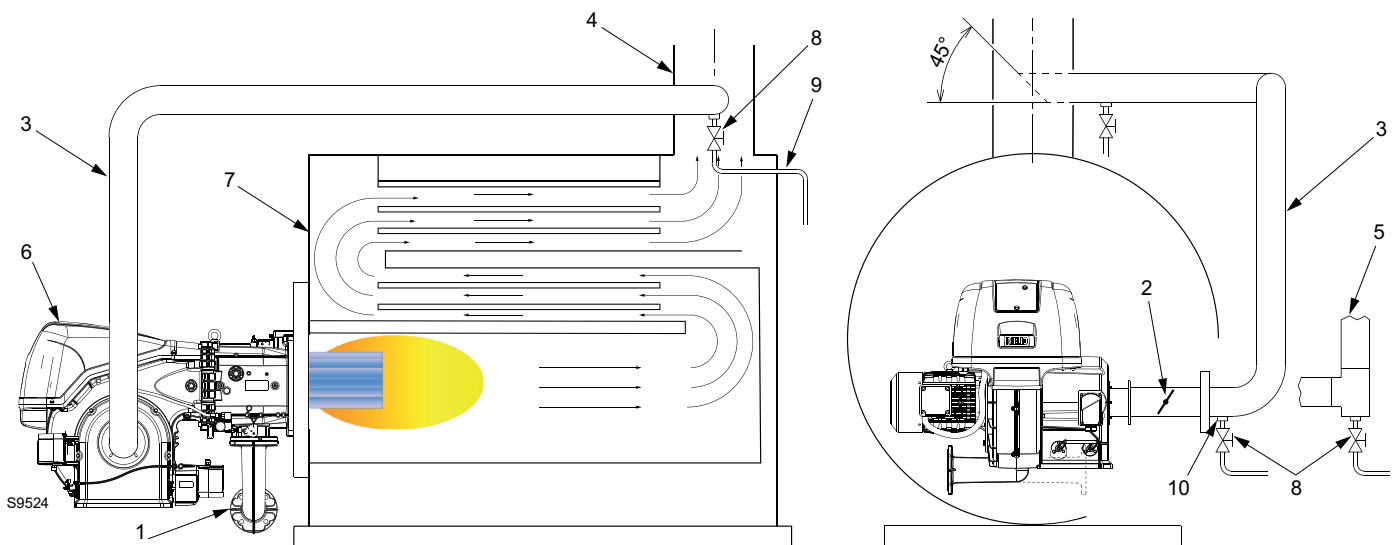

Fig. 18
- Normalmente il condotto andrebbe collegato al camino come mostrato in Fig. 18, formando un angolo di 45° rivolto verso il flusso dei fumi e con il centro dell'angolo situato al centro del camino.
Legenda (Fig. 18)